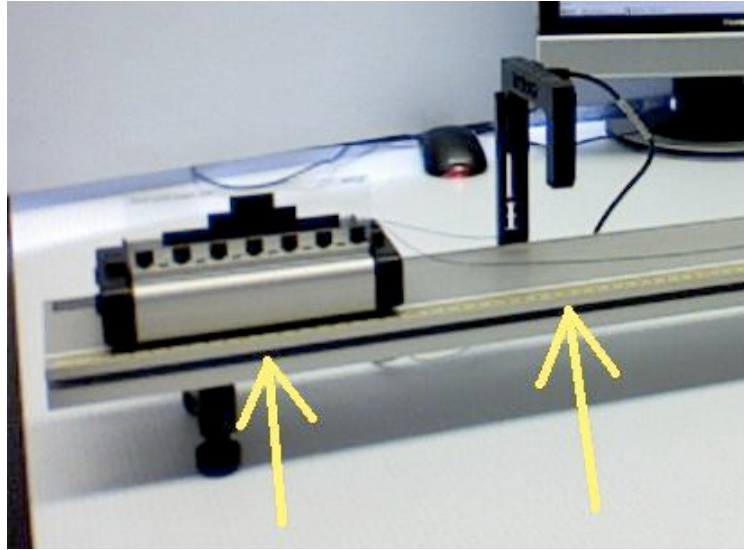

Figure 12. Positions suivantes du photomètre.
13. Tel qu'illustré à la Figure 12, toutes les séries de lectures seront prises avec le centre du chariot aligné initialement avec la position 10 cm (flèche de gauche), mais le photomètre sera successivement aligné avec les positions 30 cm, 40 cm, ..., 100 cm (flèche de droite). Ceci constituera un total de neuf séries de mesures (avec trois mesures par position).
1. La position initiale du système est lorsque le centre du chariot est aligné avec la position 10 cm de la voie (flèche gauche de la Figure 12). Mesurez alors la hauteur de la masse, h_{mi} , attachée à la ficelle. Notez l'incertitude sur cette mesure Δh_{mi} . Remarquez que la hauteur initiale de la masse, h_{mi} , rester constante; c'est sa hauteur finale, h_{mf} , qui changera entre chaque séries de mesures (elle sera réduite de 10 cm à chaque fois).
2. Pour la première série de mesures, vérifiez que le photomètre soit à 10 cm du chariot, donc, à la position 20 cm (flèche droite de la Figure 12).